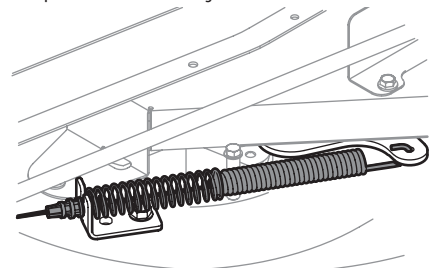

Figura 33
8. Extraiga con cuidado el cable de la PTO de la parte posterior de la plataforma de corte. Retire el resorte del soporte de polea loca de la plataforma. Consulte la Figura 33.